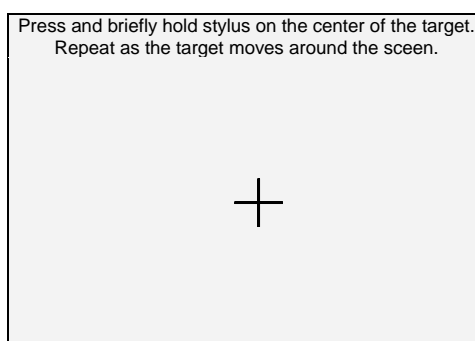

Fig. 17: Videata calibrazione "touch screen"
2. Premendo e mantenendo leggermente premuto il puntatore PT400 sul punto centrale della croce a display (vedere Fig. 17) trascinarla verso i quattro angoli del display